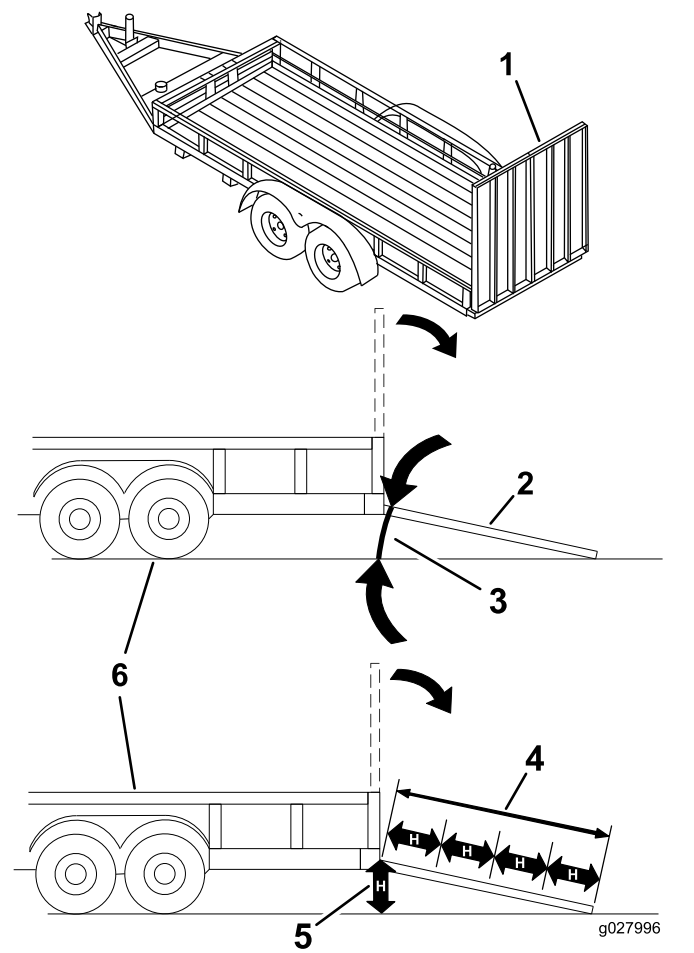

Figure 39
El cargar la máquina en un remolque o un camión aumenta la posibilidad de un vuelco y podría causar lesiones graves o la muerte (Figure 39).
3. Baje la rampa, asegurándose de que el ángulo entre la rampa y el suelo no supera los 15 grados (Figure 39).
1. Baje la rampa, asegurándose de que el ángulo entre la rampa y el suelo no supera los 15 grados (Figure 39).